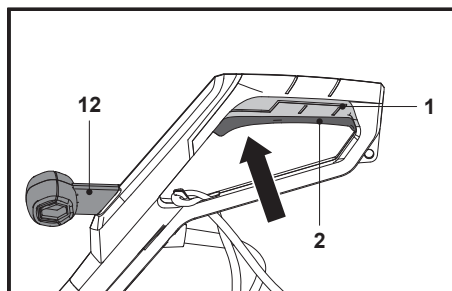

Fig. 7
1. Segure o produto com uma mão na pega auxiliar (12) e com a outra na pega principal (1).
2. Aperte o interruptor para ligar/desligar (2) para ligar o produto (Fig. 7).
3. Solte o interruptor para ligar/desligar (2) para desligar o produto.